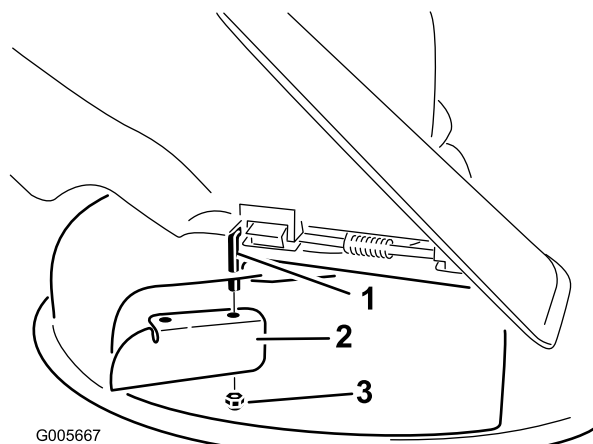

Figura 10
2. Installate il deflettore di scarico sull'asta di rotazione visibile (Figura 10). Usate il dado sottile in dotazione (3/8 pollice) per assicurare il deflettore al tosaerba.